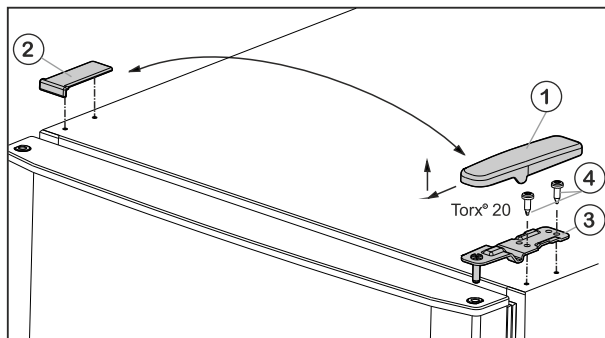
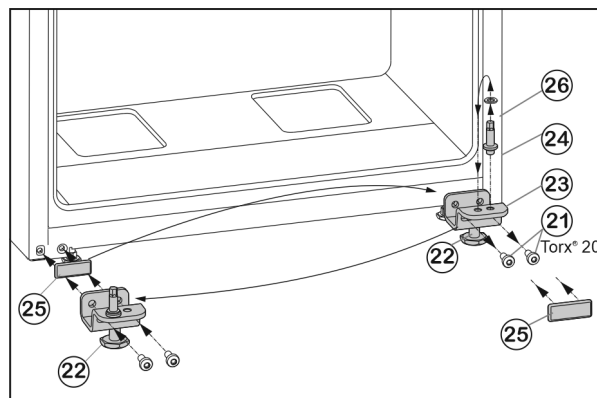

Fig. 5
Fig. 7
- ▶ Trageți capacul Fig. 5 (1) în față și în sus.
- ▶ Ridicați capacul Fig. 5 (2).
- ▶ Deșurubați suportul superior al lagărului Fig. 5 (3) (2 șuruburi Torx® 20) Fig. 5 (4) și trageți-l în sus.
- ▶ Deșurubați șuruburile de fixare Fig. 7 (21).
- ▶ Scoateți suportul lagărului inferior Fig. 7 (23) complet cu bolțul suportului Fig. 7 (24), șaiba Fig. 7 (26) și piciorul reglabil Fig. 7 (22).
- ▶ Deșurubați bolțul suportului Fig. 7 (24) complet cu șaiba Fig. 7 (26), montați-o invers în orificiul de preluare a suportului lagărului și strângeți din nou ferm.
- ▶ Scoateți cu precauție placa de mascare Fig. 7 (25) și instalați-o pe partea opusă.
- ▶ Înșurubați din nou ferm suportul lagărului inferior Fig. 7 (23) complet cu bolțul suportului Fig. 7 (24), șaiba Fig. 7 (26) și piciorul reglabil Fig. 7 (22) pe noua parte a șarnierei, după caz cu ajutorul unei mașini de înșurubat (cu 4 Nm).
- ▶ Așezați ușa inferioară de sus pe bolțul lagărului Fig. 7 (24).
- ▶ Introduceți bolțul central al suportului (13) rotit cu 180° în ușa inferioară și înșurubați-l ferm cu șuruburile de fixare (11) (2 x Torx® 20) pe noua parte a șarnierei (cu 4 Nm).
- ▶ Așezați la loc șaiba din plastic (10).
- ▶ Așezați ușa superioară pe bolțul central al suportului (13).
- ▶ Introduceți în ușa suportul de lagăr superior Fig. 5 (3), pe noua latură a balamalei.
- ▶ Înșurubați **ferm (cu 4 Nm)** suportul superior al lagărului (2 x Torx® 20) Fig. 5 (4). Eventual folosiți o mașină de înșurubat cu acumulatori.
- ▶ Aplicați din exterior și cuplați capacul Fig. 5 (1) pe partea opusă.
- ▶ Aplicați de sus și cuplați capacul Fig. 5 (2) de fiecare dată pe partea opusă.
- ▶ Deșurubați piciorul reglabil Fig. 7 (22) de la suportul lagărului inferior Fig. 7 (23), până când acesta se așează pe sol.